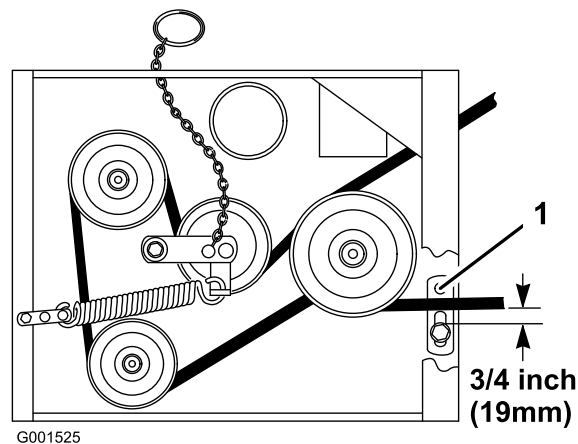

Figura 50
8. Compruebe que la guía de la correa, situada debajo del bastidor del motor, está ajustada correctamente (Figura 50).
Nota: La distancia entre la guía de la correa y la correa del cortacésped debe ser de 19 mm (3/4 pulg.) cuando la correa del cortacésped está engranada (Figura 50). Ajuste la correa del cortacésped si es necesario. La correa no debe rozar ni salirse de la polea si las guías están correctamente ajustadas.